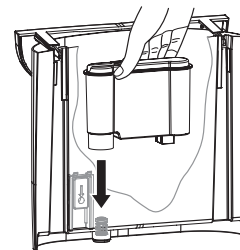

Fig. 13: Insérer le filtre à eau
5. Insérez un nouveau filtre à eau (Fig. 13).